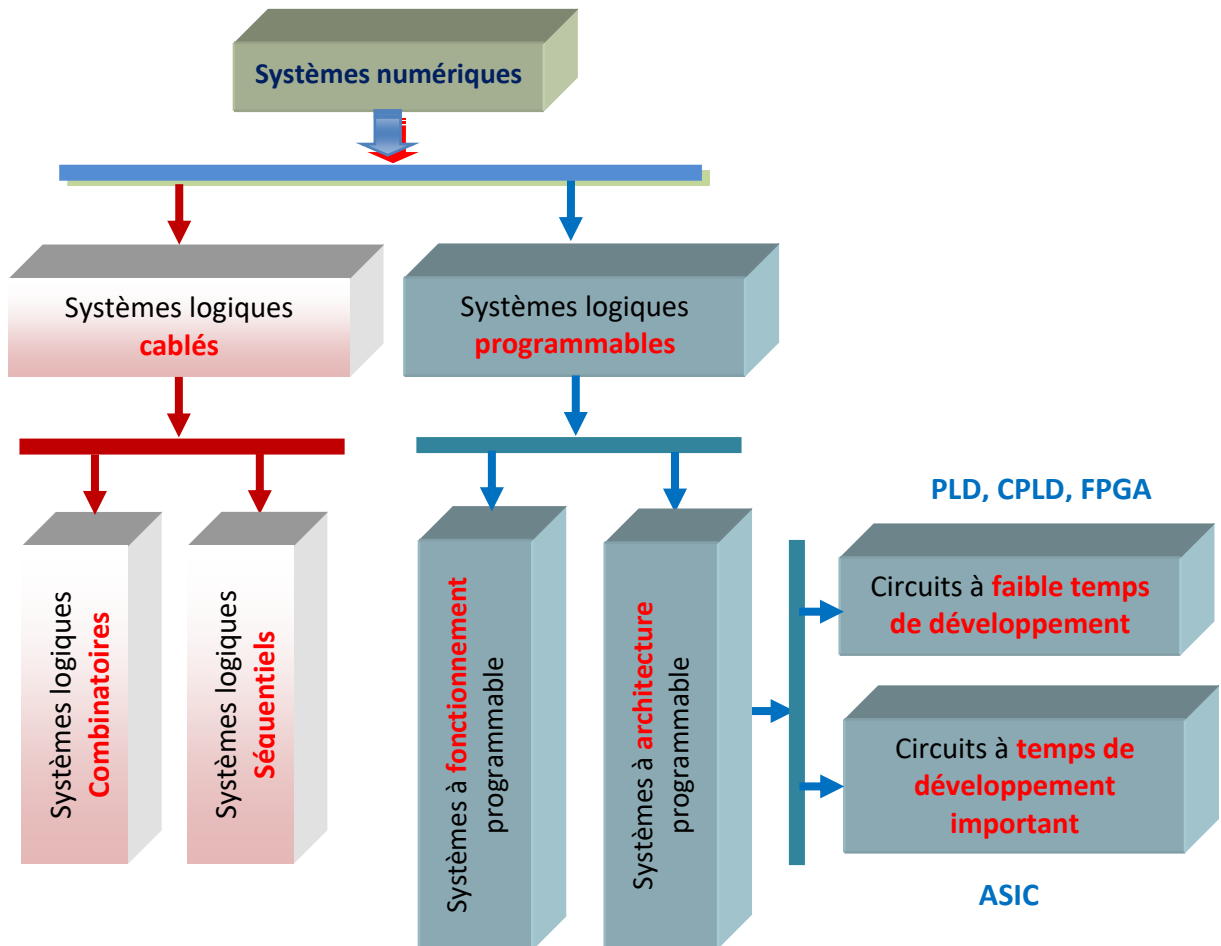

Figure 1.1 : Classement des systèmes numériques.
- ✓ D'une manière générale, on peut classer les systèmes logiques selon leurs caractères fonctionnels et structurels de sa constitution interne comme illustre le diagramme de la figure 1.1.
- ✎ Les blocs constitutifs du système microprogrammé sont reliés entre eux par trois **BUS**, comme le montre le schéma de principe de la figure 1.1. Ces trois bus ont pour nom :